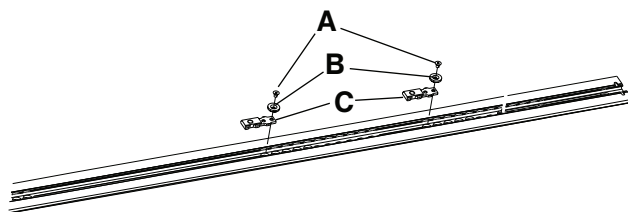

Figura 1 – Introducción del soporte de acoplamiento de placa de suelo
2. Para el kit de perilla y soporte (6390-041-000), con una llave hexagonal de 5/32", instale un tornillo de cabeza plana (0001-194-000) (A) en el soporte de acoplamiento por debajo del anclaje (6390-001-110) (B) para asegurar el soporte de acoplamiento de la placa de suelo (6390-101-108) (C) (Figura 1).